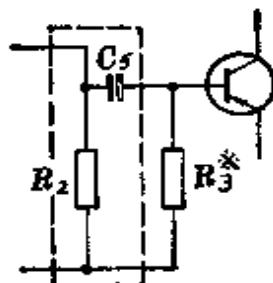

图 5-13
(1) 阻容耦合。如图 5-13，本机第一级和第二级之间的耦合是由 R_2 和 C_5 共同完成的。 R_2 是前一级的负载电阻，阻值一般为 1.2~3 千欧。前一级放大输出的信号就从 R_2 上取出，再通过电容 C_5 耦合到后一级的基极上(如图 5-13)。这一种耦合方式就叫做阻容耦合。耦合电容 C_5 的作用除了耦合之外，还起着隔直流作用。就是不让前一级集电极上的直流电压加到后一级的基极上。我们知道，前一级集电极负电压有几伏以上，而后一级基极负电压只有零点几伏。如果让前级集电极电压加到后级基极上，会严重地破坏后级的工作点，甚至烧坏三极管。耦合电容的容量一般在 $5\sim 20\mu F$ 之间。